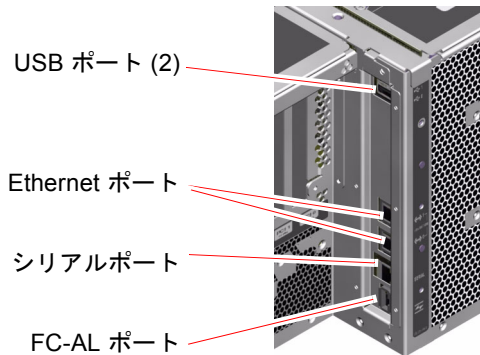

図 2-4 背面パネルの外部ポート
- システムコントローラ (SC) カードスロット 1 つ
- 外部データポート 6 つ: USB、シリアル、Ethernet、FC-AL (図 2-4 を参照)